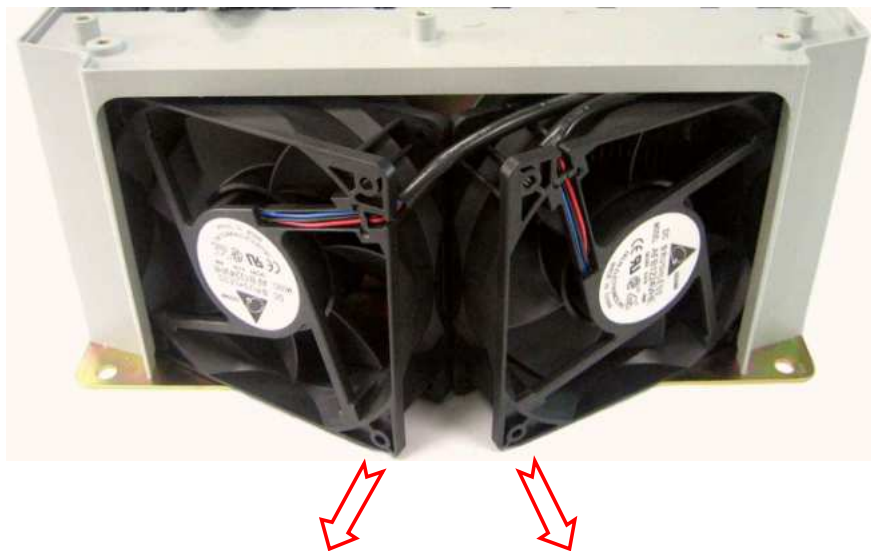

Рис. 6.11
- 6.8.3. Достать из корпуса вентиляторы, потянув за внутренние боковины, как показано на рис. 6.11. Выгнуть из отверстия корпуса провода вентиляторов. Положить вентиляторы в тару.